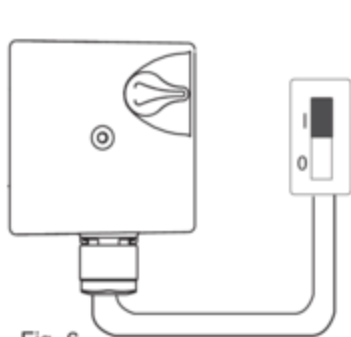

Fig. 6
- открутить выпускную заглушку и повернуть вал насоса с помощью отвертки (рис. 6);
Скорость устанавливается следующим образом (Рис.6):